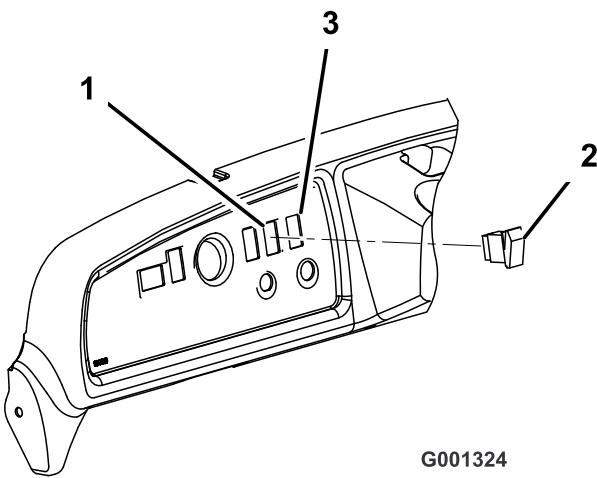

Figura 5
1. Retire o tampão do furo na parte superior do tablier (Figura 5).
2. Ligue o interruptor na ficha da cablagem no tablier. Introduza o interruptor no furo no tablier (Figura 5).